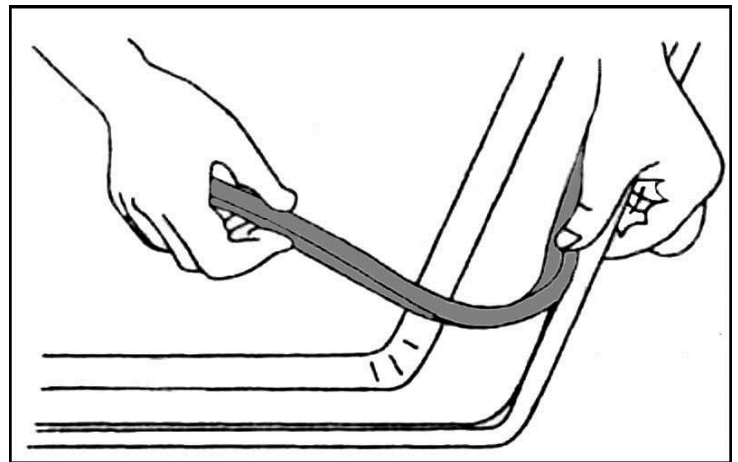

Figure 10
- 3) Avant d'insérer le comptoir dans l'ouverture du comptoir, enlevez les grilles et les chapeaux des brûleurs, retournez à l'envers la table de cuisson et placez le joint en mousse spéciale autour du bord inférieur de la table de cuisson (voir Figure 10). Il est important de fixer uniformément ce joint, sans écart ou chevauchement, afin de prévenir tout liquide de s'infiltrer sous la table de cuisson.